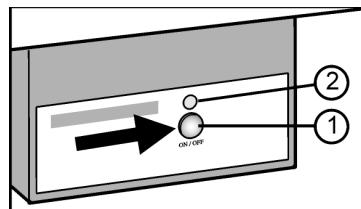

Fig. 10
- Нажмите и удерживайте кнопку On/Off Fig. 10 (1) так, чтобы светодиод Fig. 10 (2) загорелся.